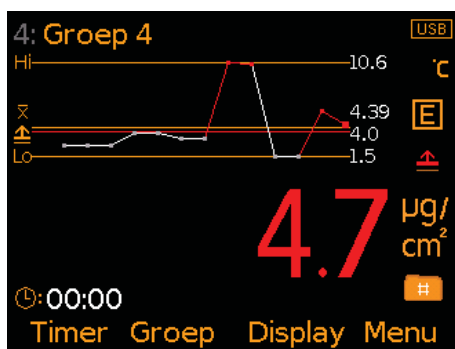

Fig. 3: Metingen & Run Grafiek
- **Run Grafiek (Fig. 3);** Trendgrafiek van de laatste 20 metingen die na elke meting automatisch wordt bijgewerkt.